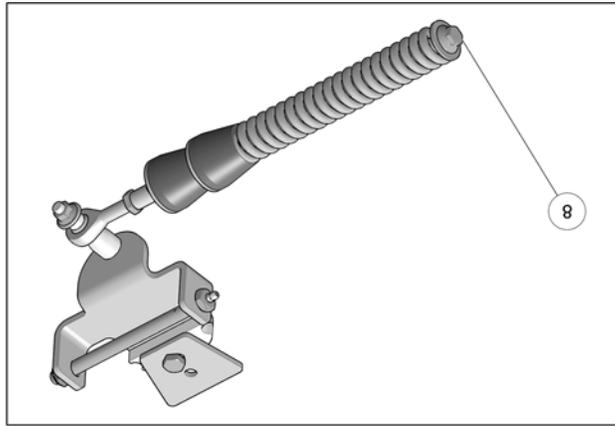

Fig. 10
9. Vérifier que le boulon du ressort (8) est serré au couple recommandé : 75 N•m [55 lb•pi]. Fig. 10